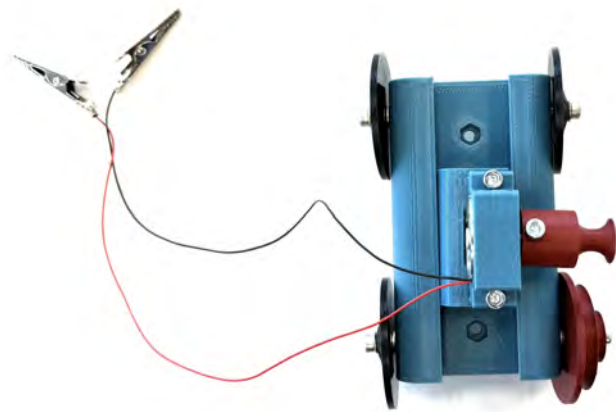

Abb. 11: Der Motoraufsatz wird vorsichtig auf der Motorwelle verschraubt.
- (8) Steckt anschließend den Motoraufsatz auf die Welle des Motors und zieht die Schraube vorsichtig fest (Abbildung 11). Es sollte ein kleiner Abstand zwischen Motor und Motoraufsatz bleiben, damit hier nichts reiben kann.